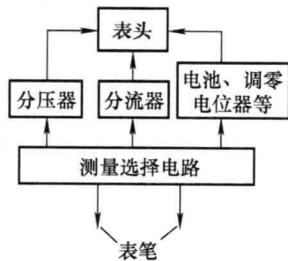

图 1-6 指针式万用表基本电路
指针式万用表的基本电路如图1-6所示,由五大部分组成:①表头及表头电路,用于指示测量结果;②分压器,主要用于测量交、直流电压;③分流器,主要用于测量直流电流;④电池、调零电位器等,用于测量电阻;⑤测量选择电路,用于选